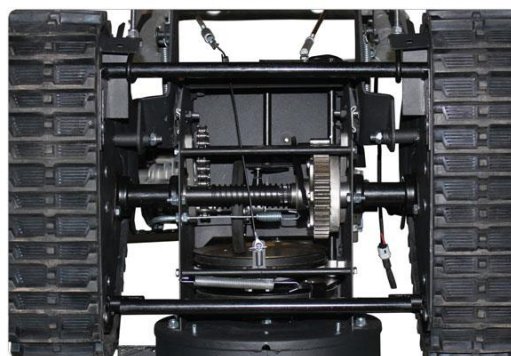

Fig.10
4. Aplicați un strat subțire de lubrifianț multifuncțional universal pe șaiba hexagonală și toate roțile dințate. Vezi Fig. 10